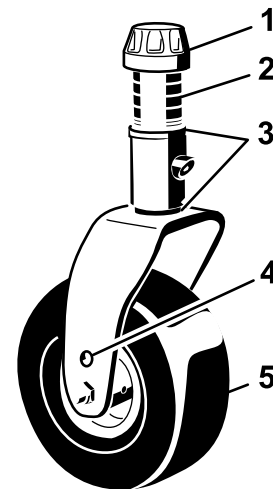
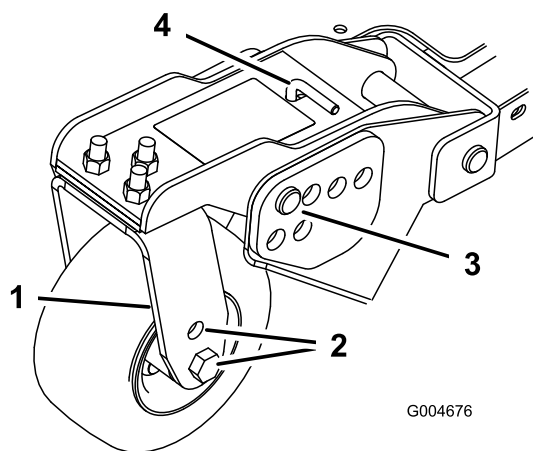
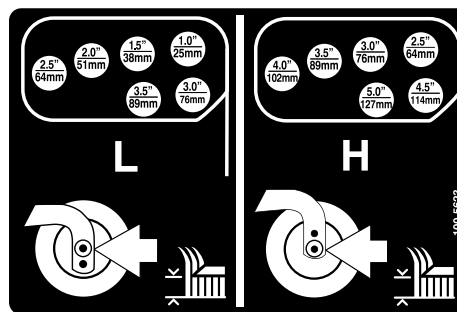

Bild 24
Bild 26
Bild 27
- Stecken Sie die Laufradachsen in allen Laufradgabeln in die gleichen Löcher (Bild 24 und Bild 26).
- Entfernen Sie die Spannkappe von der Spindelwelle und ziehen die Spindel aus dem Laufradarm heraus (Bild 24).
- Entfernen Sie den Splint und die Lastösenbolzen von den Laufradgelenkarmen (Bild 26).
- Drehen Sie die Spannstange, um den Gelenkarm anzuheben oder abzusenken, bis die Löcher mit den ausgewählten Löchern in der Schnitthöhenhalterung im Mähwerkrahmen ausgerichtet sind (Bild 26 und Bild 27).